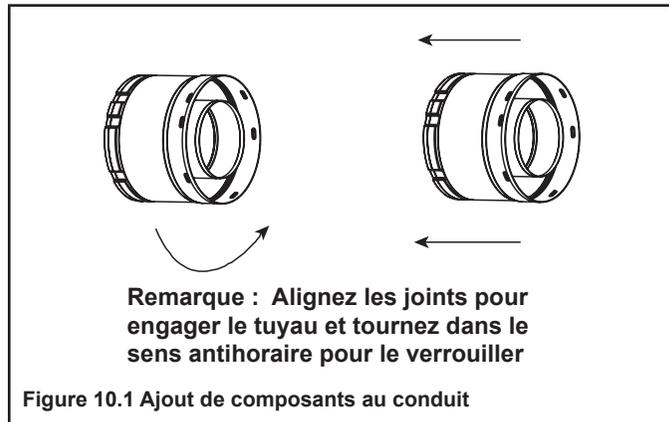

Figure 10.2 Scellant à la silicone pour haute température
- Appliquez un cordon de silicone à l'intérieur du joint femelle du tuyau extérieur avant de joindre les deux sections. Voir la Figure 10.2.